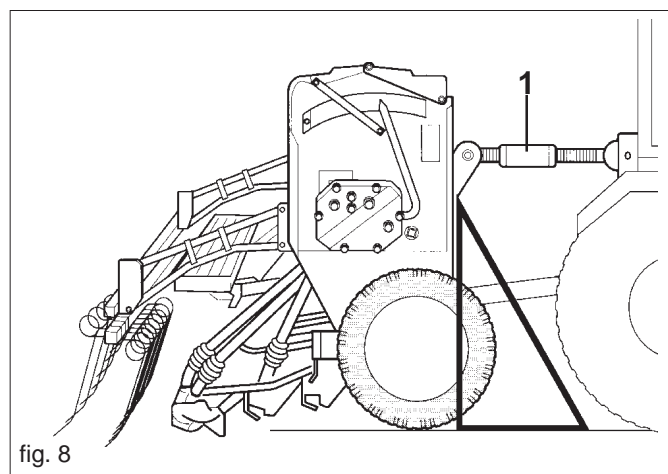

fig. 8
- 1) Relier la machine à l'attelage en trois points du tracteur et les chevilles aux goupilles spéciales; positionner la machine perpendiculairement au sol par l'entretoise de réglage (1 Fig. 7-8) universal de tres puntos (Fig 8).